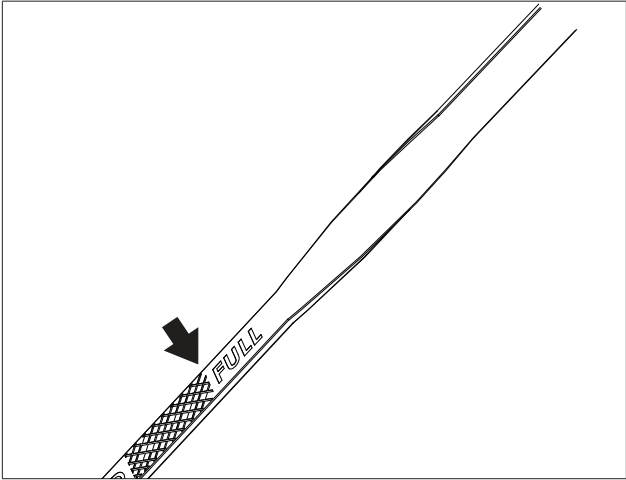

Figure 12
3. Retirer la jauge de niveau. L'essuyer avec un tissu propre et la réinsérer complètement dans le tube de la jauge. Voir figure 12, à la page 24.
- 9. Remplir le moteur de la quantité appropriée d'huile moteur. Voir Figure 12.